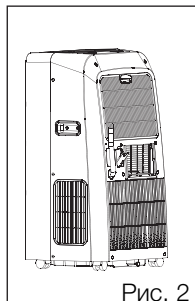

Рис. 2
- Извлеките заглушку из сливного отверстия, расположенного на задней панели кондиционера, и подсоедините к нему сливной шланг. С помощью резинового хомута, расположенного над сливным отверстием, зафиксируйте шланг свободным концом вверх (см. рис. 2).